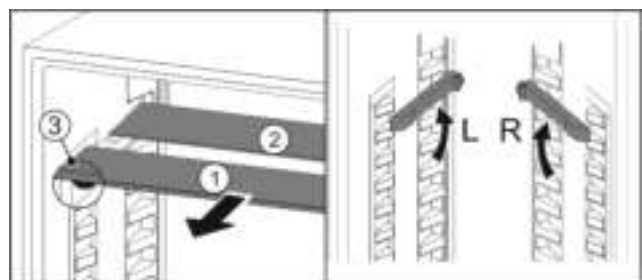

Fig. 20
- Glasplaten afzonderlijk vanaf de voorkant eruit trekken Fig. 20 (1).
- ▷ Glasplaat Fig. 20 (1) met de uittrekaanslagen bevindt zich aan de voorkant.
- ▷ Aanslagen zijn naar onder gericht Fig. 20 (3). Apparaten met vriesvak:*